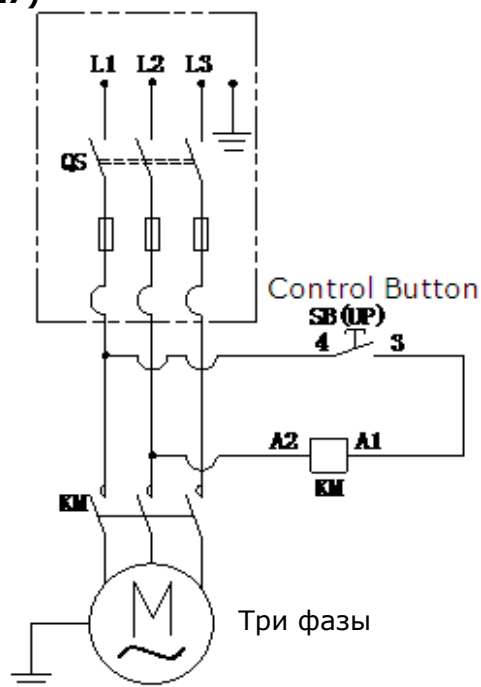

Рис. 27
1. Электрическая схема (См рис. 27)